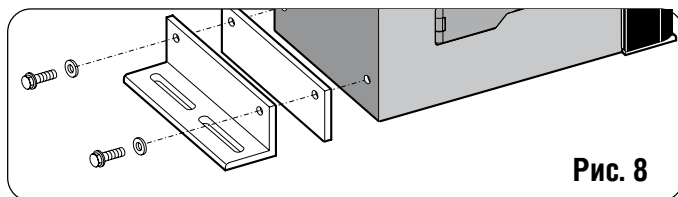

Рис. 8
1) Собрать крепежные уголки и амортизирующие прокладки блока, как показано на рис. 8.